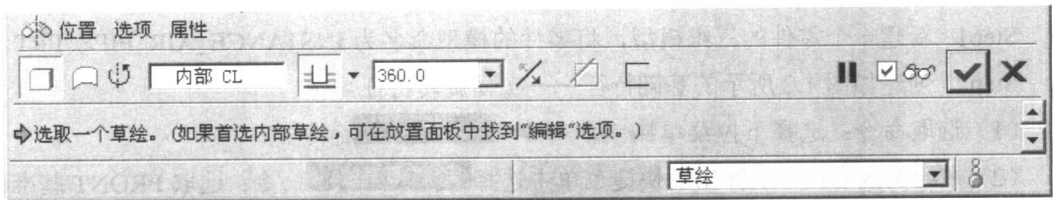

图 1.5 操控板
(4) 定义旋转角度。在如图 1.5 所示的操控板中，选择旋转角度类型 （即草绘平面以指定的角度值旋转），再在角度文本框中输入角度 360.0，并按回车键。
(5) 在操控板中，单击预览按钮 ，可浏览所创建的旋转特征，单击操控板中的按钮 ，则完成特征的创建。